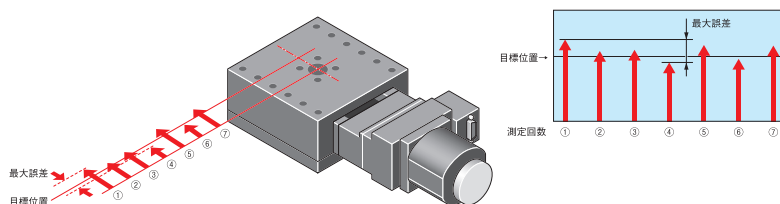

図3-2 繰り返し精度
3.2 繰り返し精度[JIS B 6191-1993 準拠]【図3-2】